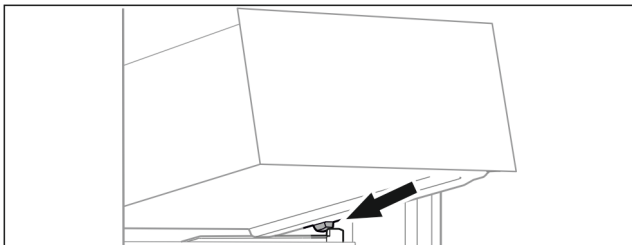

Fig. 92
- ▶ Встановити висувний ящик за стопорами на ребро для резервуару навскоси. (див. Fig. 92)